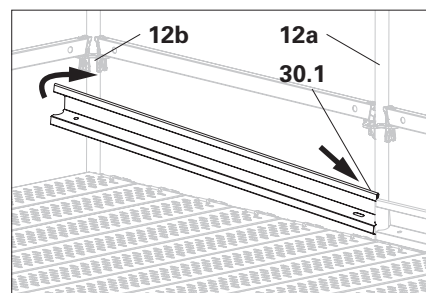
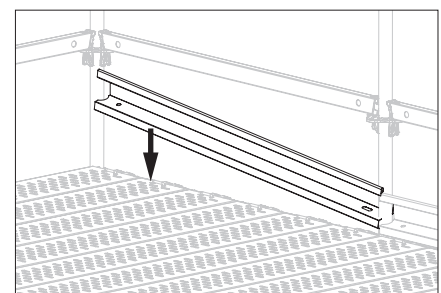

Fig. A5.02a
Fig. A5.02b
- L'intaglio grande del tubo (30.1) si trova sulla destra. (Fig. A5.02a)
3. Inserire la tavola fermapiede UPY (30) dall'interno dell'impalcatura prima sul tubo destro (12a).
5. Abbassare la tavola fermapiede sull'impalcato. (Fig. A5.02b)